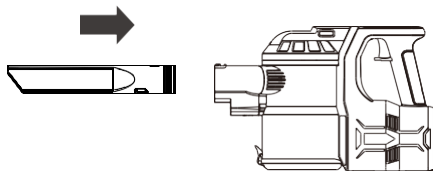

Figura 6 Boquilla de aspiración plana
- Modo 1: retire la herramienta para grietas, presione el botón para liberar el accesorio de la carcasa principal. (Figura 6)